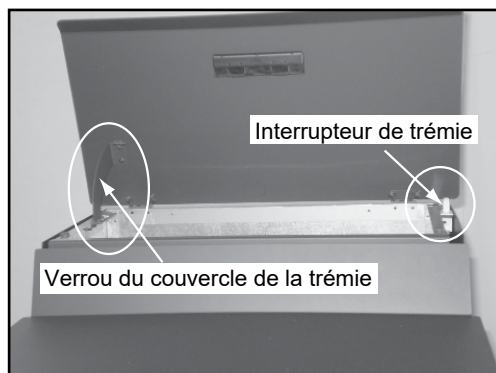

Figure 9.1
2. L'interrupteur de trémie est conçu pour arrêter le moteur d'alimentation lorsque le couvercle de la trémie est ouvert. Laisser le couvercle ouvert pendant trop longtemps pourrait faire en sorte que le feu s'éteigne. **Figure 9.1.**